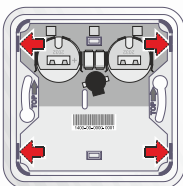

Fig. 2b
- b. Lossa höljets underdel genom att trycka på de 4 flikarna i hörnet som visas på Fig. 2b. Lossa var och en av dem med en skruvmejsel under en vinkel på 45°.
- d. Sätt in mittdelen i underdelen så att de fyra flikarna är sitter ordentligt på plats, som visas i Fig. 2b.